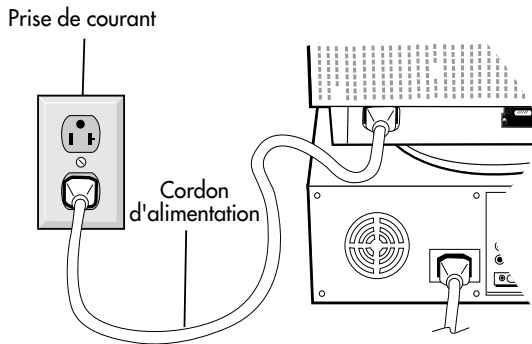

Figure C.1
**REMARQUE : Pour obtenir un adaptateur de câble MultiSync A500+MC ou MultiSync A700+MC Macintosh, appeler NEC Technologies au (800) 820-1230.**
5. Connecter une extrémité du cordon d'alimentation au moniteur MultiSync de série A et l'autre extrémité à la prise de courant (Figure C.1).